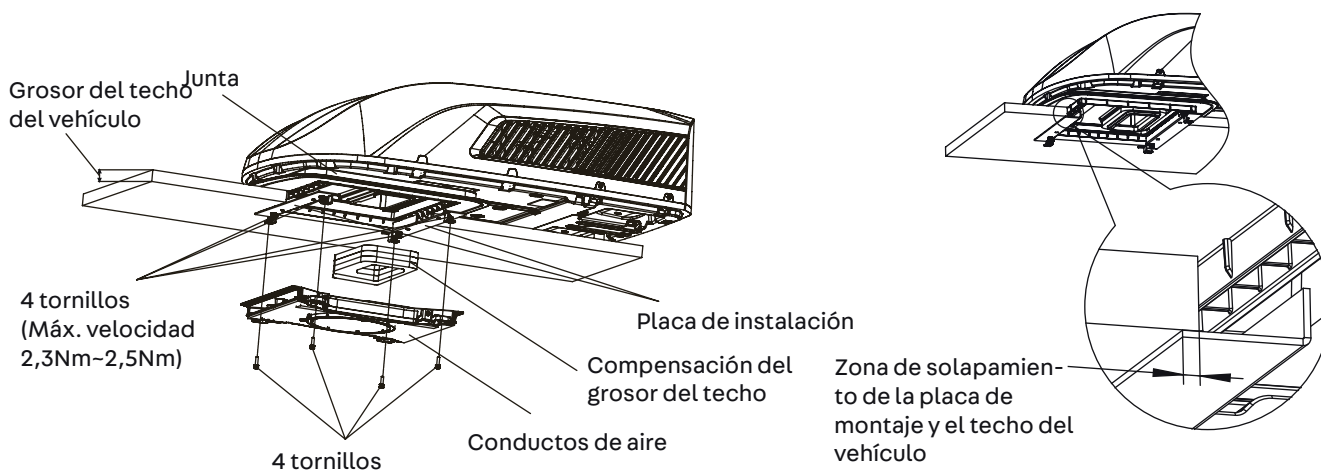

Figura 5
3. A continuación, coloque la unidad exterior en el techo del vehículo y alinéela con las aberturas del techo del vehículo. Utilice 2 conjuntos de placas de montaje y 4 tornillos para montar la unidad exterior. Para montar el subconjunto de la placa de montaje, alinee los agujeros de estos 4 tornillos largos con los 4 agujeros del adaptador. A continuación, superponga las líneas rectas superiores del borde inferior de las dos placas de montaje en la parte inferior del techo del vehículo. (Ver figura 5).